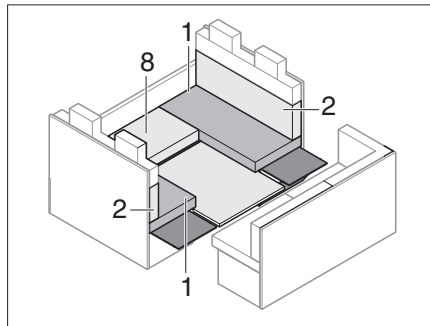

Bild 195 Während des Umbaus
- Sitzpolster (Bild 195,8) und den Unterbau entfernen.